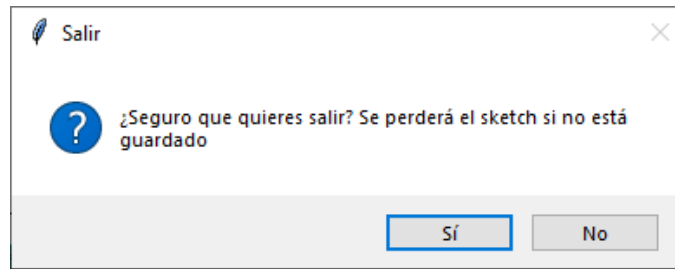

Figura 4 Diálogo de confirmación – Salir de la aplicación
- Salir: permite salir de la aplicación, al igual que el botón cerrar de la ventana, solo que, en este caso, lanza un diálogo de confirmación como el de la Figura 4.